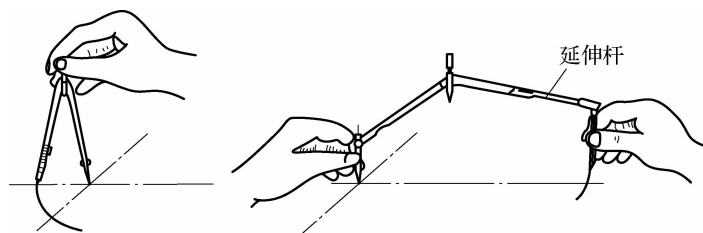

图 1-1-11 圆规的使用
(1) 圆规。使用圆规时,应尽可能使钢针和铅芯插腿垂直于纸面,画小圆时可用点(弹性)圆规;画大圆时,可用延伸杆来扩大其直径,如图 1-1-11 所示。